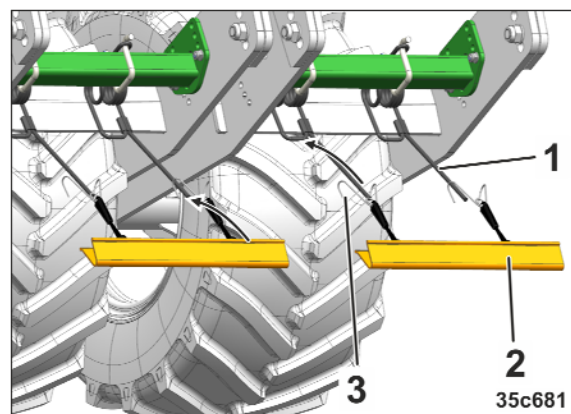

Fig. 222
1. Verkehrssicherungsleisten (Fig. 222/2) aus dem Staufach nehmen.
2. Verkehrssicherungsleisten (Fig. 222/2) montieren.
- Spannseile (Fig. 222/3) an Strieglzinken (Fig. 222/1) einhängen.